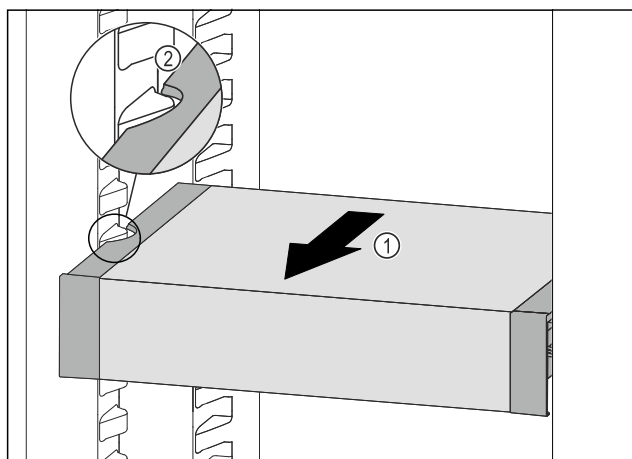

Fig. 110
- ▶ VarioSafe pociągnąć w przód Fig. 110 (1), aż boczne wycięcia szuflady VarioSafe będą się znajdować na wysokości żeber pojemnika w chłodziarce. Fig. 110 (2)